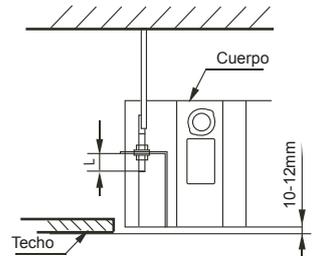

Fig. 5-6
- Ajuste la posición para asegurarse de que los espacios entre el cuerpo y los cuatro lados del techo son uniformes. La parte inferior del cuerpo debe hundirse en el techo unos 10~12 mm. (Véase Fig.5-6)
- *En general, L se encuentra a la mitad de la longitud del gancho de instalación.* (Véase Fig.5-6)